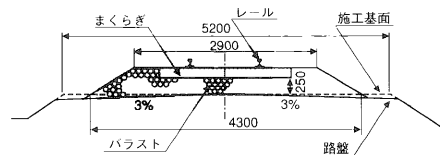

図1 有道床軌道
(1) 軌道(track)の種類
- 有道床軌道：道床バラスト(碎石、ふり砂利など)とまくらぎを用いた軌道(図1)。別名：バラスト軌道